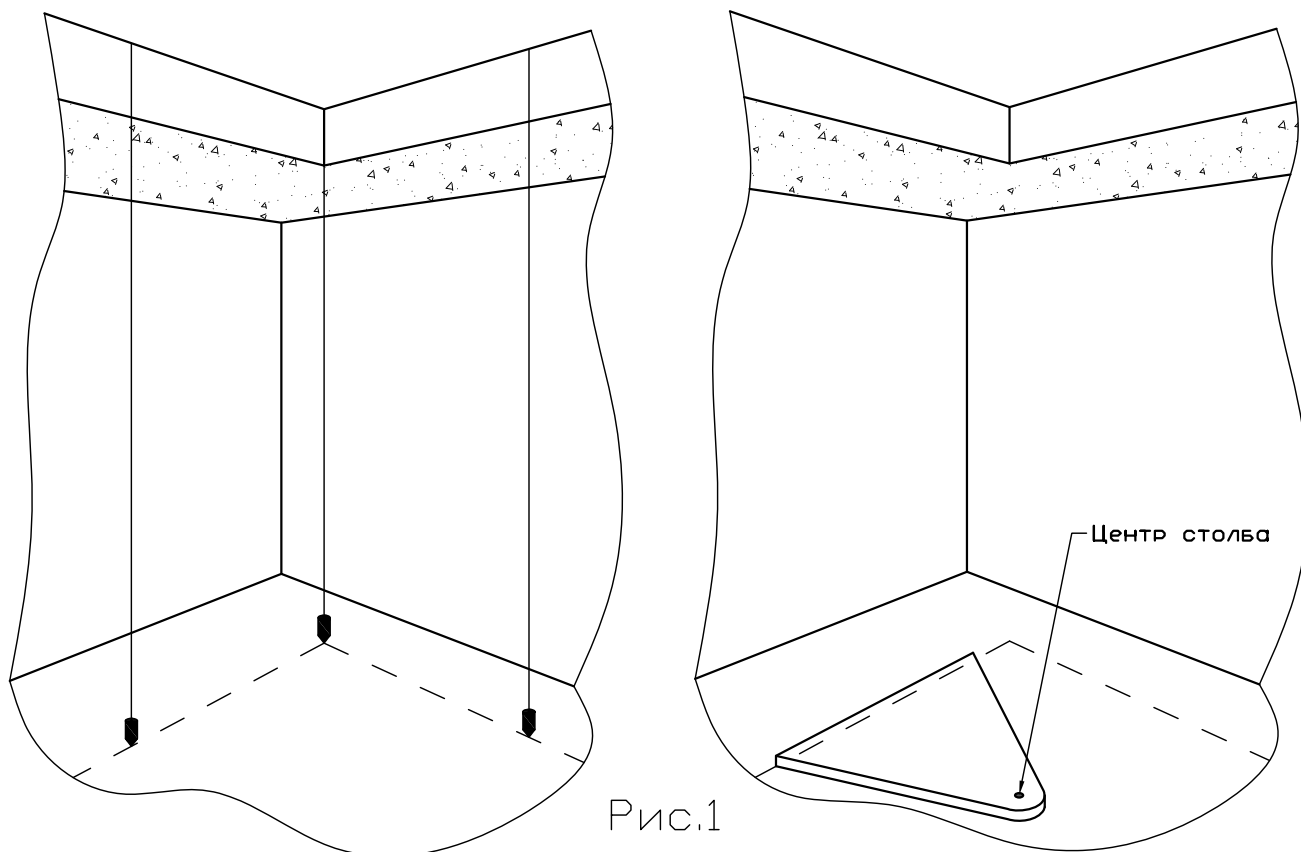

Рис.1
2. Положите площадку на пол так, как она должна располагаться в проеме и наметьте центр столба. См. Рис.1.